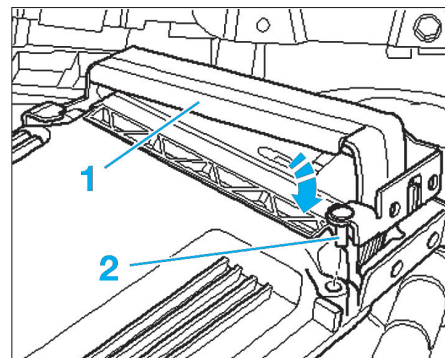

Fig. 28
- Mettre en place l'étrier de sûreté (1) sur les connecteurs.
- Guider le boulon (2) jusqu'en butée dans l'alésage du boîtier du calculateur (Fig.28).